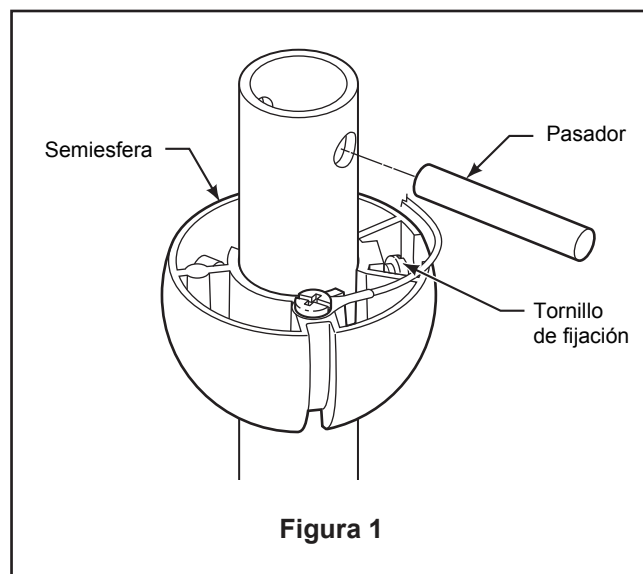

Figura 1
2. Afloje el tornillo de fijación de la semiesfera para lograr que ésta pueda desplazarse libremente por el barral. (Figura 1) Retire el pasador del barral y luego extraiga la semiesfera. Conserve el pasador y la semiesfera para su reinstalación en el Paso 6.